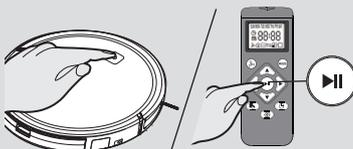

Fig. 10
2. Appuyez sur le bouton on/veille sur l'appareil ou sur le bouton start/pause sur la télécommande pour lancer le processus de nettoyage. [Fig. 10]